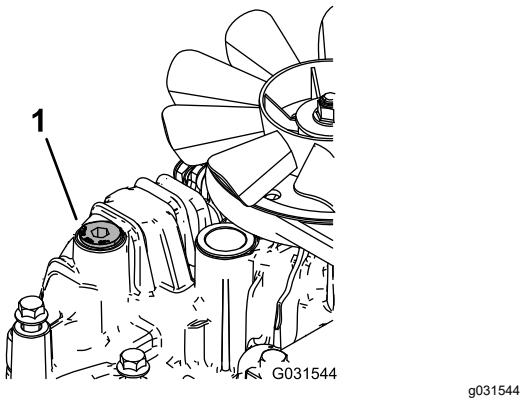

Bild 79
- Lockern Sie die Entlüftungsschraube in jedem Getriebe, sodass sie lose ist und wackelt (Bild 79).